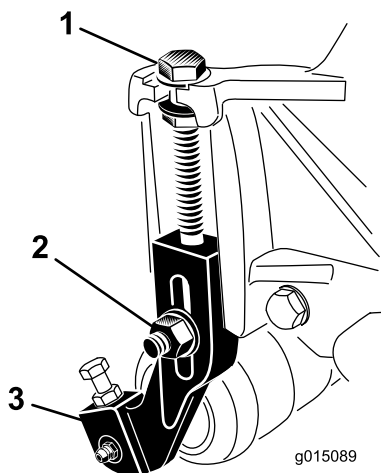

図 19
1. 刈り高アームをカッティングユニットのサイドプレートに固定しているロックナットをゆるめる 図 19。